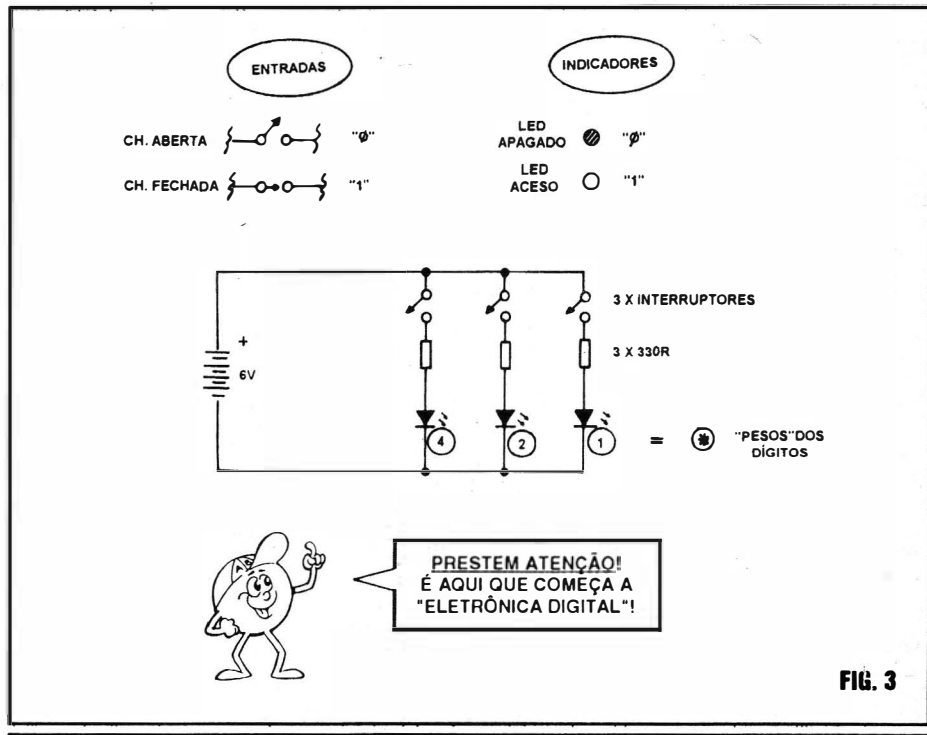

FIG. 3
**- FIG. 3- EXPERIÊNCIAS DE "CASA-MENTO" ENTRE A ELETRÔNICA E A NOTAÇÃO BINÁRIA...** - Sempre lembrando que - nas nossas analogias - consideramos um **interruptor aberto** como "0", e um **interruptor fechado** como "1", e também um **LED apagado** como "0" e um **LED aceso** como "1", o Leitor/ "Aluno" poderá, facilmente,